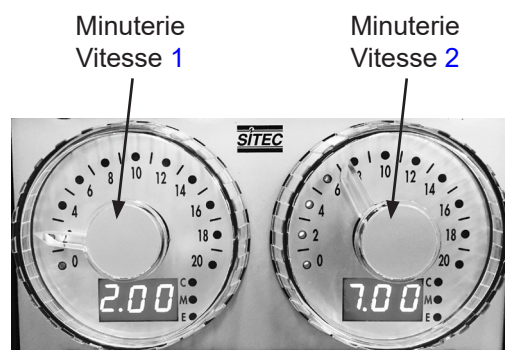

Figure 9-1
4. Réglez le temps sur les minuterie vitesse 1 et vitesse 2. Voir Fig. 9-1.